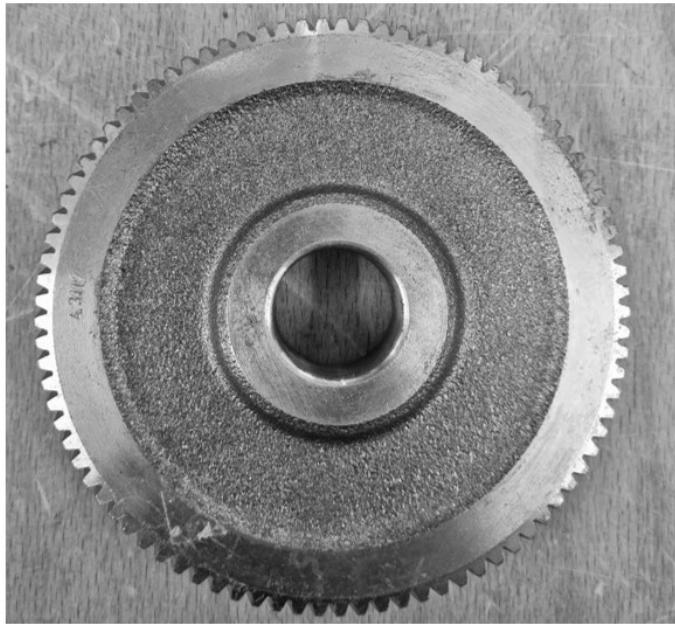

Abbildung G3: Zahnrad
- A) Die Unterschiedlichen Oberflächen des in Abbildung G3 dargestellten Zahnrades deuten darauf hin, dass das Zahnrad aus mehreren Komponenten besteht.
- B) Das in Abbildung G3 dargestellte Zahnrad kann nicht wie dargestellt in einem Getriebe zum Einsatz kommen, da durch das Fehlen der Passfedernut keine Kraftübertragung stattfinden kann.
- C) Das in Abbildung G3 dargestellte Zahnrad kann nicht wie dargestellt in einem Getriebe zum Einsatz kommen, da durch die fehlenden Einführschrägen keine Montage möglich ist.
- D) Das in Abbildung G3 dargestellte Zahnrad kann wie dargestellt in einem Getriebe zum Einsatz kommen.